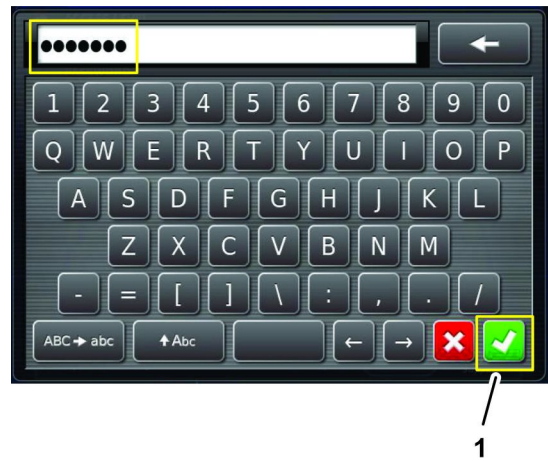

Figura 248
6. Utilice el teclado en pantalla para introducir la contraseña que recibió en el paso 1, y pulse el icono Confirmar (Figura 248).